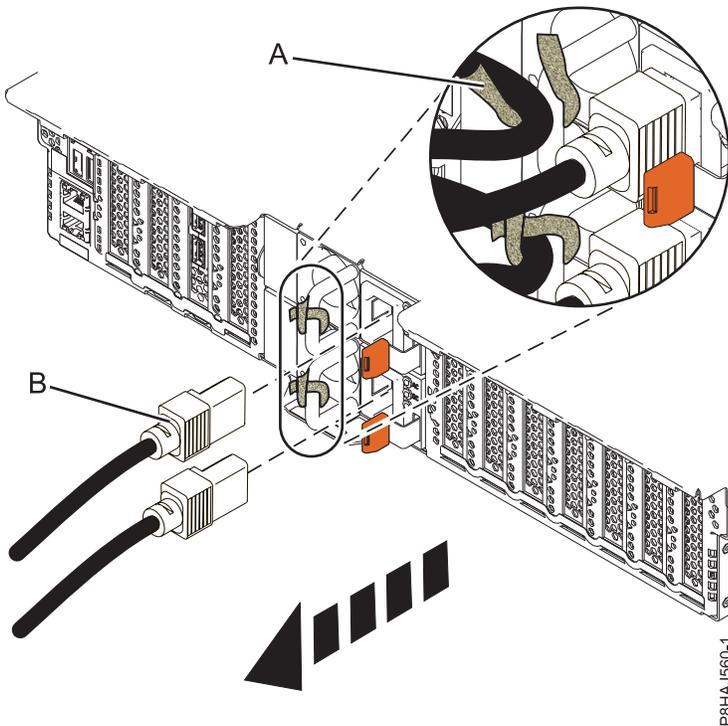
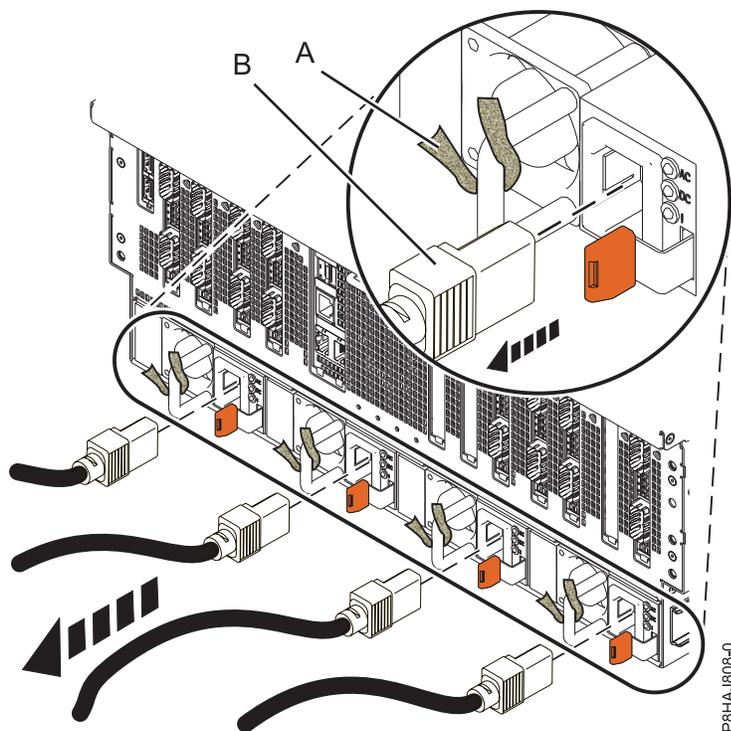

Figure 31. Retrait des cordons d'alimentation d'un système 5148-21L, 5148-22L, 8247-21L, 8247-22L, 8284-21A ou 8284-22A
Figure 32. Retrait des cordons d'alimentation d'un système 8408-44E ou 8408-E8E
3. Débranchez les cordons d'alimentation (**B**) de l'unité centrale. Voir les figures figure 30, à la page 52, figure 31, à la page 52 ou figure 32, à la page 53 selon le type de votre système.